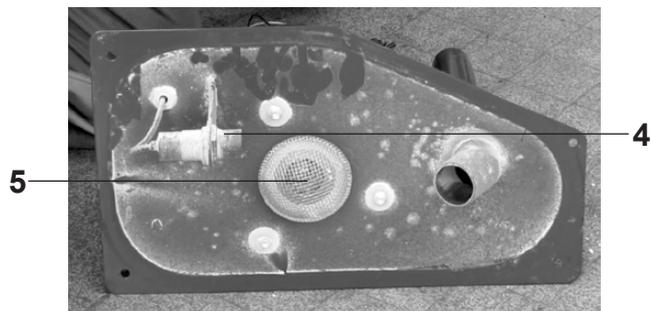

Fig. 15
4. Pulire il sensore del livello di riempimento (4, Fig. 15) e controllare la presenza di eventuali danni al cavo del sensore.
5. Pulire la griglia della turbina di aspirazione (5, Fig. 15).